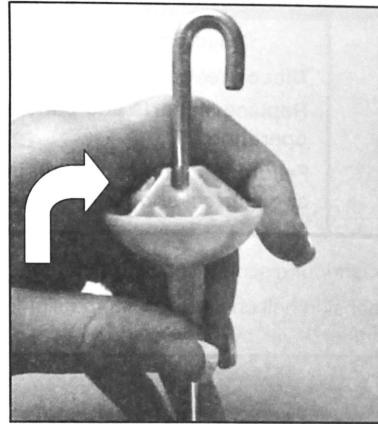

FIGURE 3
4. Tourner la butée hémisphérique de suspension vers le haut. Voir la Figure 3.